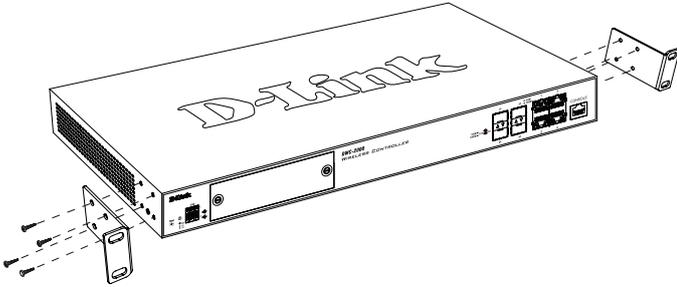

Figura 5. Staffe per il montaggio
1. Collegare le staffe di montaggio su ciascun lato del telaio, come illustrato nella **Figura 5** e fissarle utilizzando le viti in dotazione.